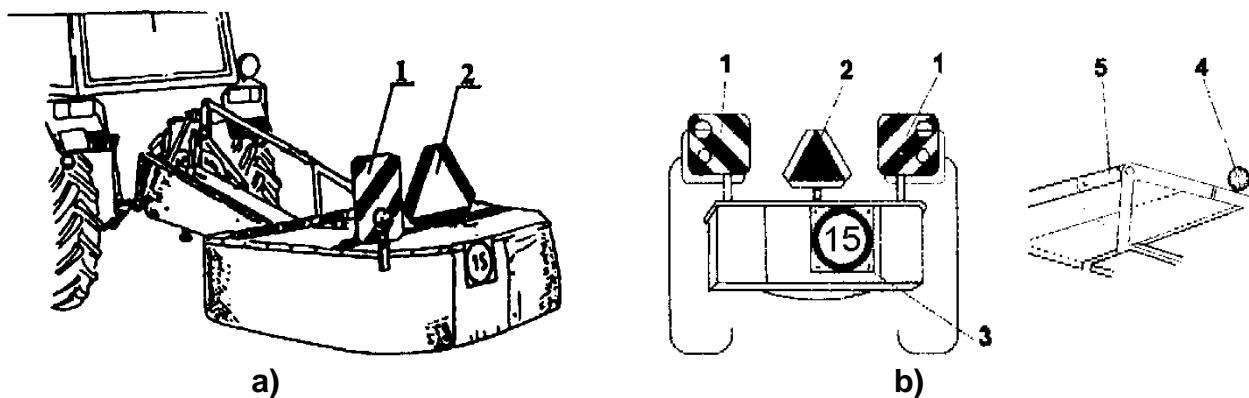

Рис. 12. Косилка Z069 – переезды по дорогам (описание в тексте)
- По время переездов по общественным дорогам на косилке должны быть установлены на кронштейнах (Рис. 12):
- переносная предупредительная таблица (1) с бело-красными полосами, площадью как минимум  $1000 \text{ см}^2$  с освещением,
- треугольный опознавательный знак для тихоходных транспортных средств (2).
- Скорость переезда не может превышать 15 км/час (3).
Ротационные косилки Z069 и Z069/1 (Рис. 12а) на предупредительном щитке должны иметь красные габаритные огни и круглый красный отражатель.
Ротационная косилка Z069/2 (Рис. 12б) на предупредительном щитке должна иметь сдвоенные огни, круглые красные отражатели, видимые сзади, а также белые габаритные огни, видимые спереди.
Ножи на барабанах должны быть установлены попаременно (так, как показано на рис. 12).